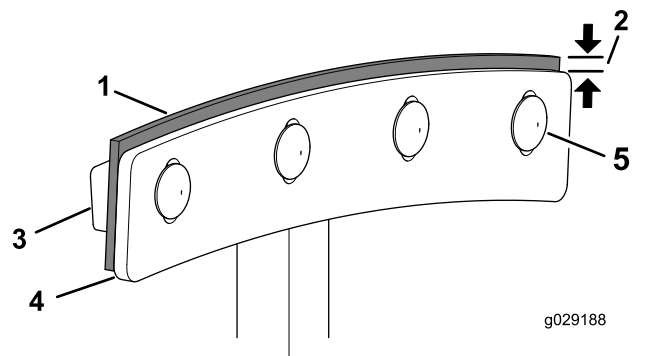

Figura 45
4. Afloje los pernos de cabeza redonda y las contratueras prensadas que sujetan la hoja de la paleta y la escobilla a la paleta (**Figura 45**).